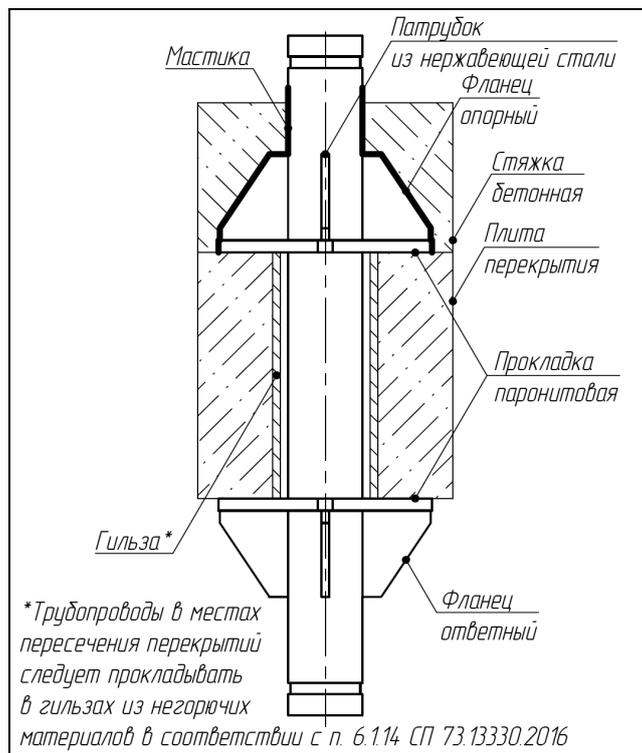

Рис.3. Установка неподвижных опор «Энергия-Аква» DN50...DN200.
2. Указания по монтажу неподвижных опор «Энергия-Аква» DN50...DN100 (см. рис.3 на стр. 8).
- 2.4. Установить паронитовую прокладку и ответный фланец в соответствии с рис.3 (стр. 8).
- 2.5. Зафиксировать основание ответного фланца и выровнять относительно патрубка в соответствии с рис.3 (стр. 8). Обеспечить плотное прилегание основания ответного фланца и паронитовой прокладки к плите перекрытия, зазоры не допускаются.